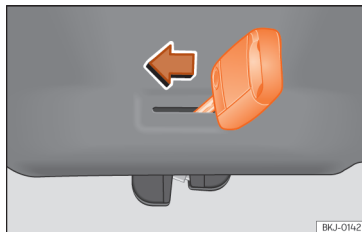

Fig. 59 Pormenor da bagageira: destrancagem de emergência.
- Introduza o palhetão da chave na ranhura e desloque a chave no sentido da seta até que a fechadura desbloqueie >>> Fig. 59.